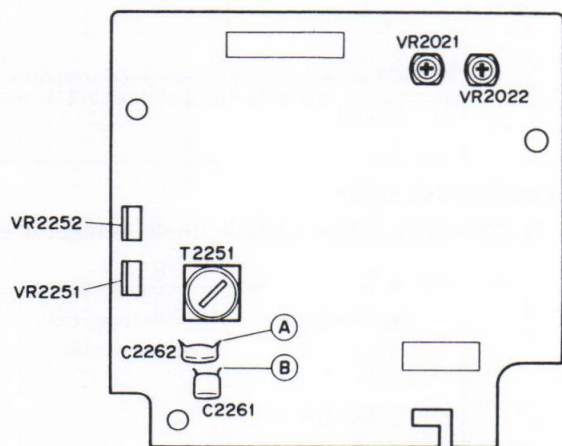

Fig. 5-6 Conjunto mecánico 2
| 1             | NORM              | REC  | Cargue la cinta de prueba STD-630 y establezca el modo de grabación. | Conjunto mecánico 2T2251 | Área entre ① y ② (conjunto mecánico 2) mostrada en la Fig. 5-6. | La frecuencia de oscilación es de 105 kHz $\pm$ 5 kHz. |               |